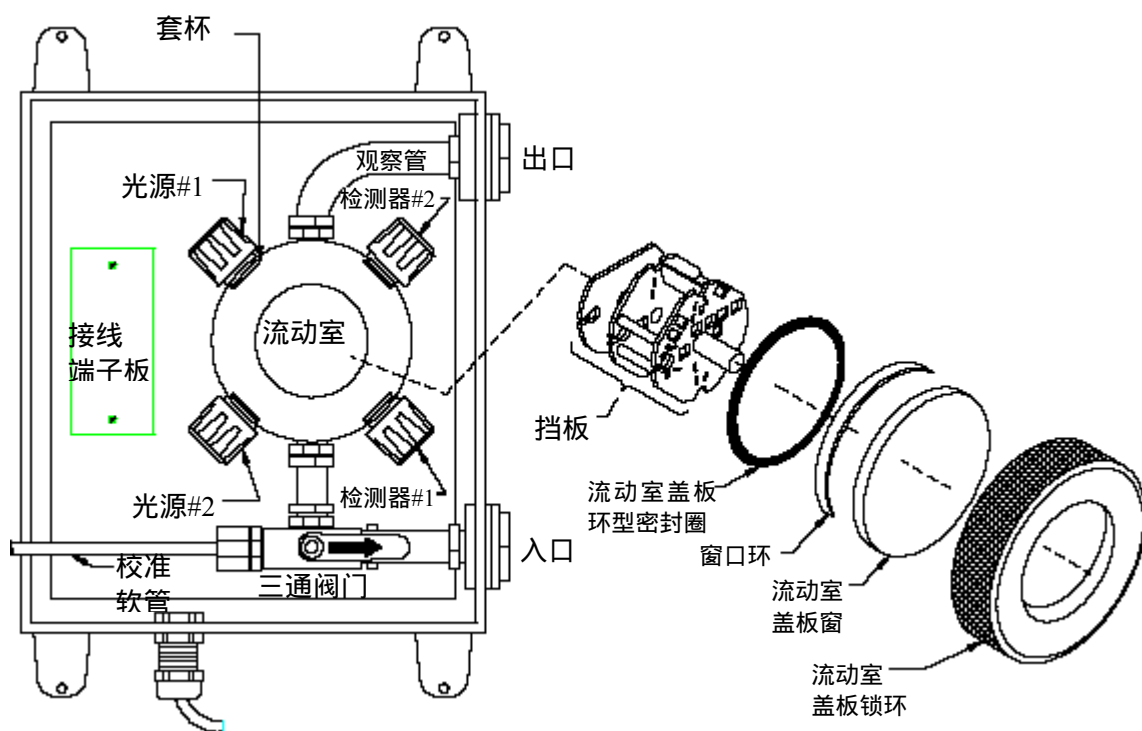

图4-2 高压设计传感器——零件说明图
**注意：**对于高压设计的传感器(图 4-2)，通过逆时针旋松锁环来将流动室盖板的锁环和观察窗拆下。